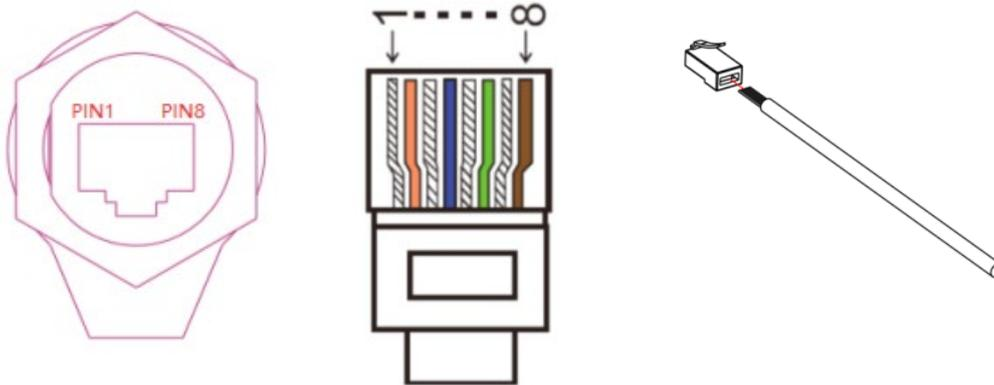

Figura 150 – Collegamento interfaccia DRMs (1)
- 1) Posizionare i terminali del filo con la sequenza dei colori come indicato nella Figura 150.